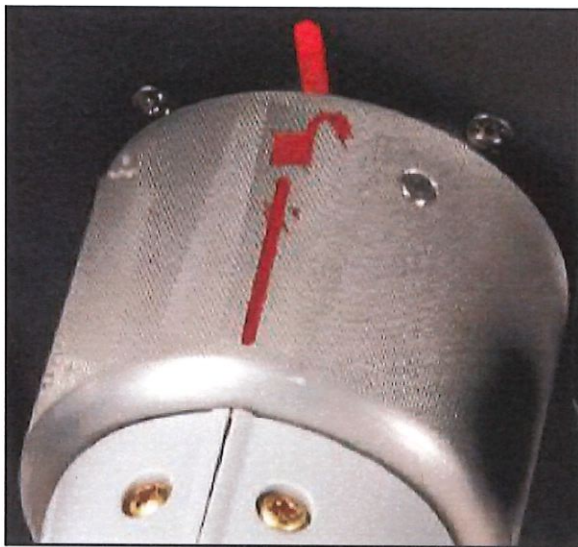

Figura 19. Desconexión de la línea de gas de la caja de conexiones (conector de conexión de gas en posición desbloqueada)
c. Desconecte la línea de gas de la toma de conexión de gas de la consola girando el conector de conexión de gas hacia la derecha hasta la posición desbloqueada (Figura 19).
- c. Desconecte la línea de gas de la toma de conexión de gas de la caja de conexiones girando el conector de conexión de gas hacia la derecha hasta la posición desbloqueada (Figura 19).
- c. Desconecte la línea de gas de la toma de conexión de gas en la caja de conexiones y el panel de conexión móvil girando el conector de conexión de gas hacia la derecha hasta la posición desbloqueada (Figura 19).
c. Desconecte la línea de gas de la toma de conexión de gas de la caja de conexiones girando el conector de conexión de gas hacia la derecha hasta la posición desbloqueada (Figura 19).